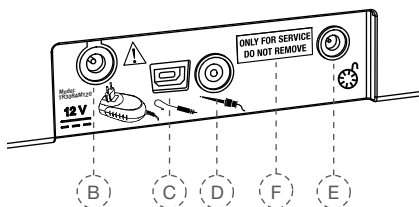

图 3 主机背面接口
USB 接口(图 3, F) 只能用于安装更新软件或维护。该接口仅供经授权的服务人员使用,并且在交付时已经用写着“ONLY FOR SERVICE DO NOT REMOVE” (仅用于维修,请勿拿走) 的牌子盖住。只有维修人员才能移开这个牌子。
3. 将电源电缆连接在设备背面的插口上 (图 3, B)。
8. 将脚控开关电缆插在主机背面的插口 (图 3, E) 上。
10. 将唇钩电缆插头连接在主机背面的插口上 (图 3, C)。
12. 将根管锉夹电缆插头连接在主机背面的插口上 (图 3, D)。